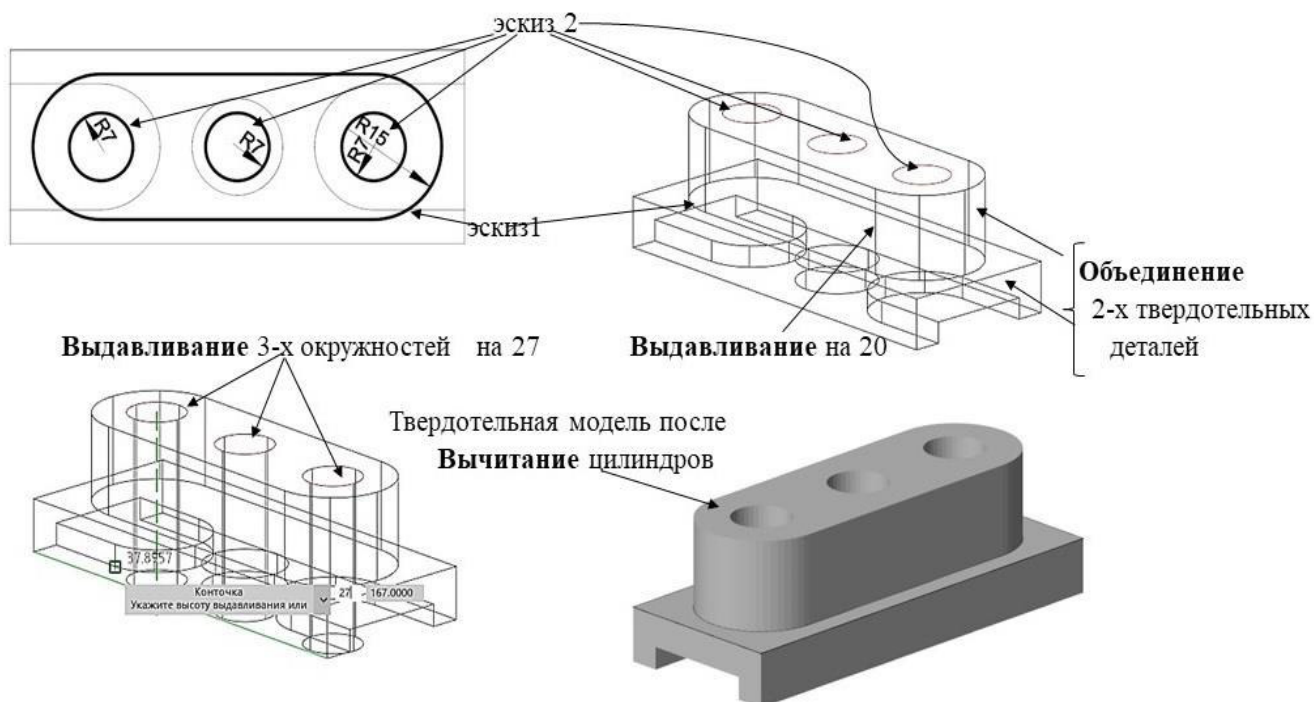

Рис. 3.5. Выполнение завершающих этапов создания твердотельной модели целевой детали в режиме Прямого моделирования
1. Отрисовка эскиза на другом основании параллелепипед. Эскиз представляет собой замкнутую полилинию (рис. 3.5 а)), построенную на основе двух дуг и двух отрезков; для построения этого эскиза необходимо перенести ПСК на нижнюю грань параллелепипеда (**ПСК - 3 точки**);
2. Выдавливание эскиза (рис. 3.5 а)) с помощью команды **Выдавливание** на высоту -20.
Эти этапы построения твердотельной модели показаны на рис. 3.5.
Рассмотрим этапы создания твердотельной модели в режиме «Параметрика». На рис.3.5 показаны вид спереди и сверху создаваемой параметрической твердотельной модели и результирующая твердотельная модель.